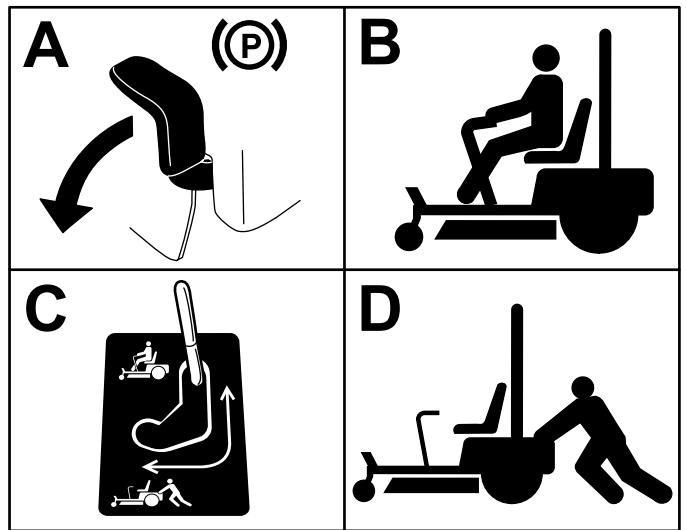

Figure 35
3. Pour pousser la machine, déplacez les leviers de dérivation en arrière et vers l'extérieur pour les bloquer en place comme montré à la Figure 35.